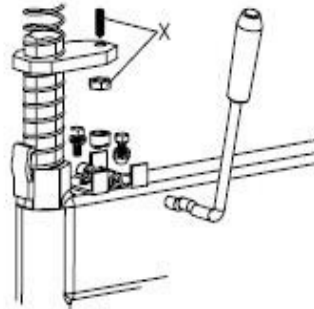

Рис. 12
Примечание. Отрегулируйте положение монтажной пластины (X) согласно рис.12, если вертикальная направляющая не фиксируется или монтажная головка в рабочем положении находится более чем в 2-3 мм от обода колеса.